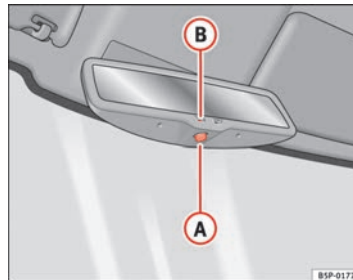

Fig. 88 Rétroviseur intérieur avec réglage automatique de position anti-éblouissement.
- Appuyez sur la touche (A) → fig. 88. Le témoin (B) s'éteint.
- Appuyez sur la touche (A) → fig. 88. Le témoin s'allume.